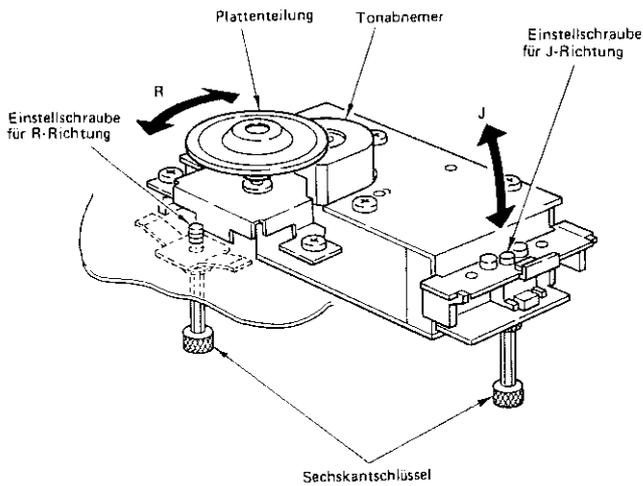
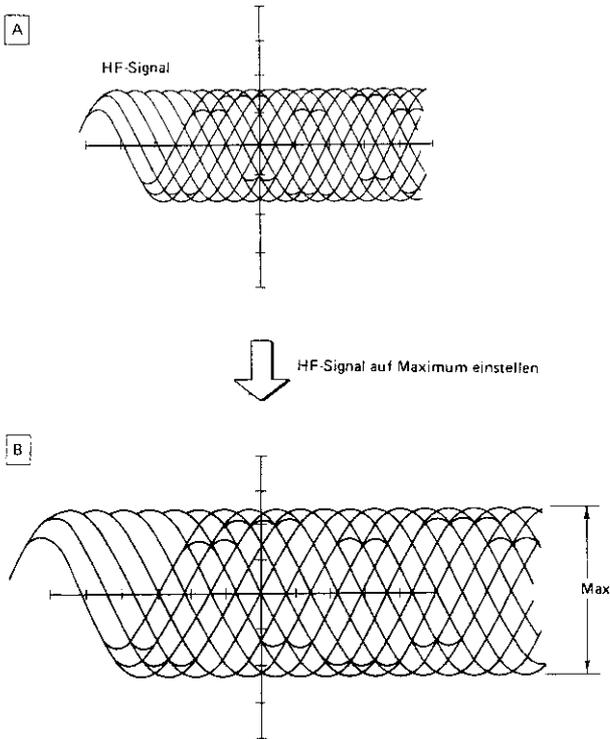
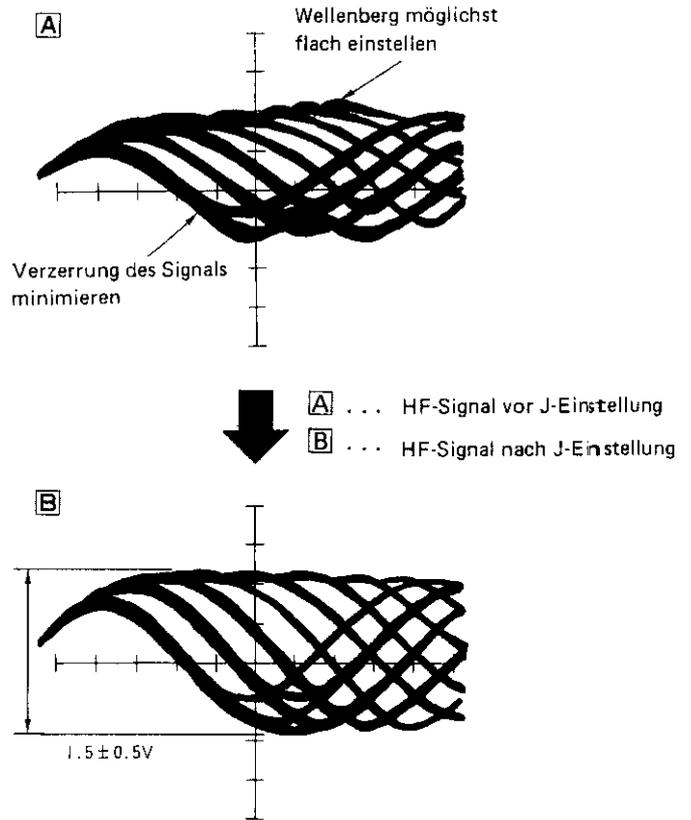

Abb. 12
Abb. 13
Abb. 14
- 7) Die R-Richtung des Tonabnehmers einstelle (Abb. 12). Dazu zuerst den Sechskantschlüssel an der Einstellschraube für R-Richtung anbringen und danach die Einstellschraube im oder gegen den Uhrzeigersinn drehen, um das in Abb. 13 dargestellte HF-Signal auf ein Maximum einzustellen.
- 8) Die J-Richtung des Tonabnehmers einstellen (Abb. 12). Dazu die Einstellschraube für J-Richtung drehen, bis das in Abb. 14 dargestellte HF-Signal vom Status A auf den Status B wechselt.
- 10) Die **STOP** Taste an der Steuereinheit drücken und danach nochmals die **CD** Taste betätigen, um den Titel Nr. 1 abzuspielen. Sicherstellen, daß der Pegel des HF-Signals (Titel Nr. 1 an der Innenseite der Platte) innerhalb von $1,5 \pm 0,5 \text{ V}$ liegt und das HF-Signal gemäß Abb. 14- **B** keine Störungen aufweist.